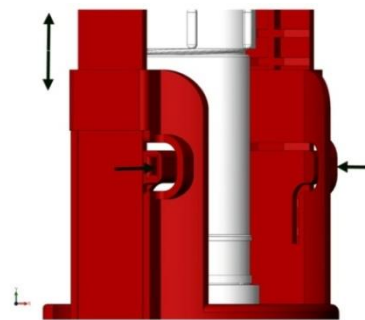

Рис.3
1. Чтобы отрегулировать клапан выпуска по высоте, необходимо отсоединить тягу 8 от хомута 10. Затем нажать на фиксаторы опоры 15 и перемещением стойки 9 вверх-вниз (см. рис.3) добиться необходимого зазора 3- 19 мм.